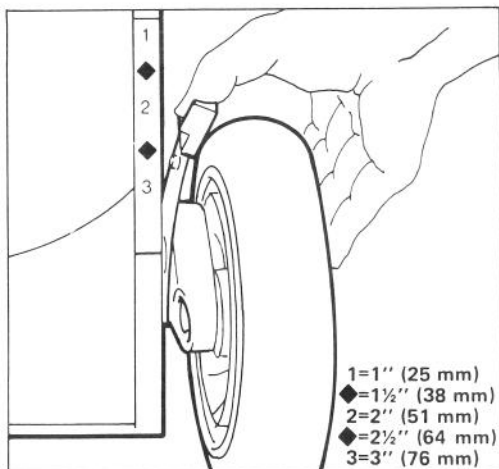

Figure 11
2. Afin de faciliter le réglage, soulevez le carter sans mettre les mains sous la plaque — de manière à ce que la roue ne touche plus le sol. Serrez le levier de réglage vers la roue et déplacez à l'ajustement désiré (Fig. 11). Assurez-vous que la cheville du levier de réglage s'engage dans l'encoche du carter. Réglez toutes les roues à la même hauteur.